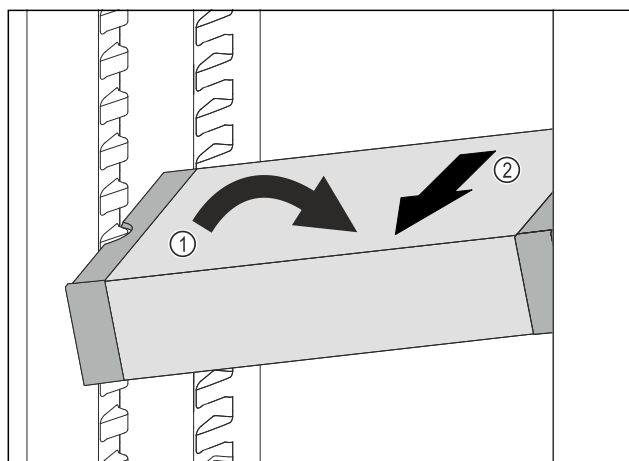

Fig. 88
- ▶ Állítsa ferde helyzetbe a VarioSafe-fiókot a hűtőrészben. Fig. 88 (1)
- ▶ Előrefelé vegye ki a VarioSafe-fiókot. Fig. 88 (2)